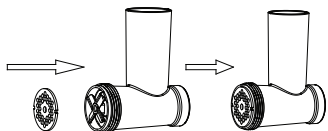

Рисунок 5
7. Установите один из трех измельчающих дисков (2, 3, 4) поверх резака (см. рис. 5). Поверните измельчающий диск так, чтобы два углубления совпали со штифтами на корпусе мясорубки. Выберите диск для измельчения для получения необходимой консистенции. Вы можете выбрать мелкий, средний и грубый.